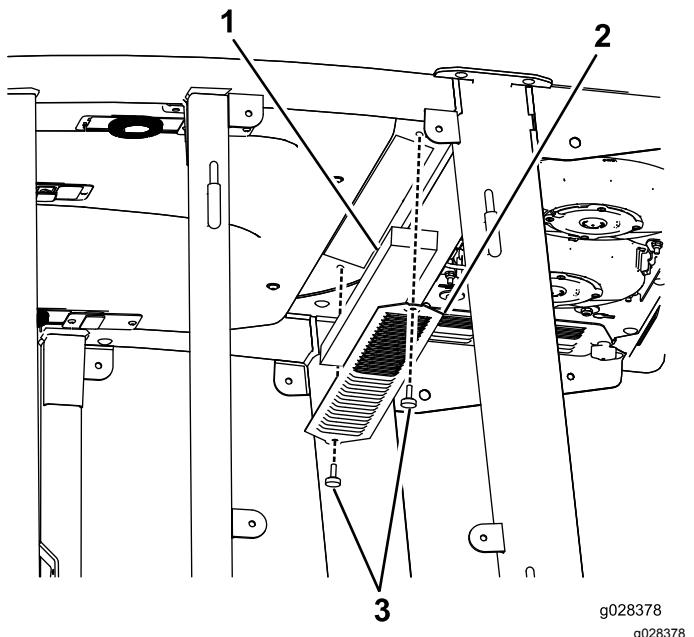
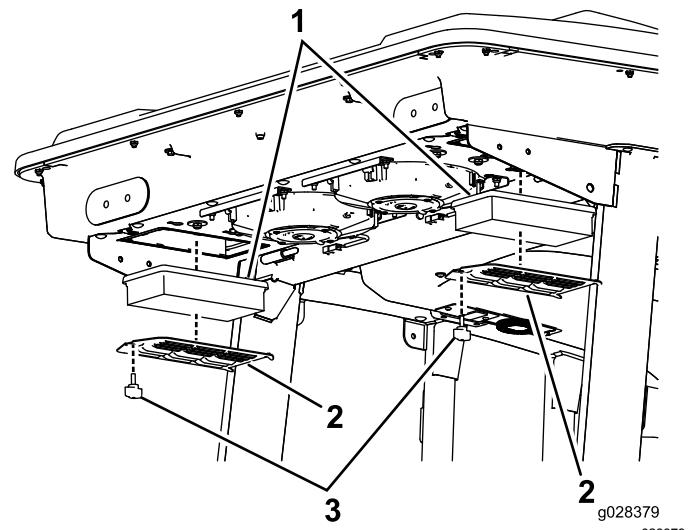
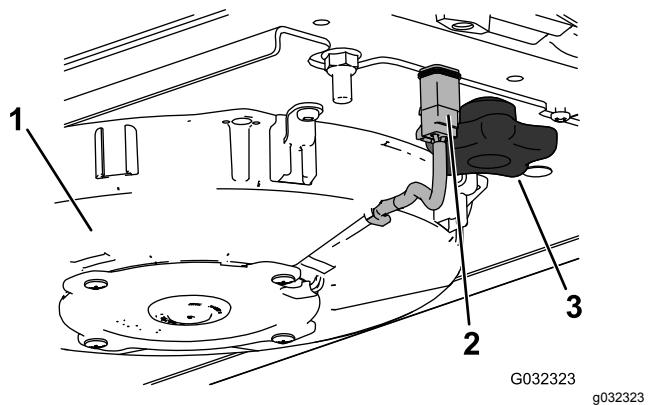
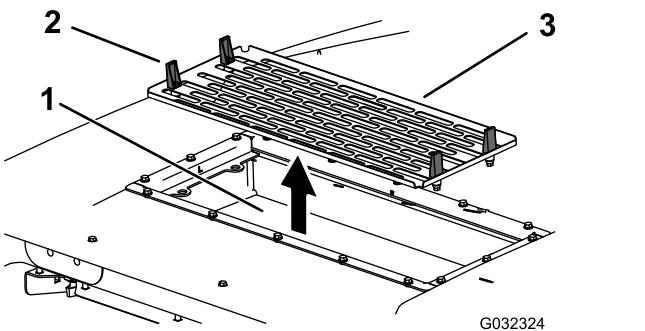

Figure 135
Figure 136
Figure 138
Figure 139
1. Retirez les vis et les grilles des filtres à air intérieur et arrière de la cabine (Figure 135 et Figure 136).
2. Débranchez le câble de chaque ventilateur (Figure 138).
4. Ouvrez les 4 fermetures sur le système de climatisation et déposez la grille (**Figure 139**).
5. Déposez les filtres à air (Figure 136).
(Figure 136, Figure 138 et Figure 139).
(Figure 138).